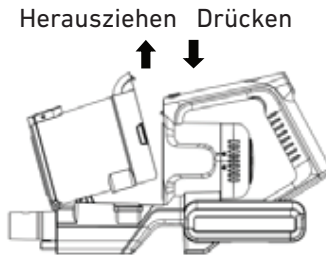

Abb. 8
1. Klicke auf die Entriegelungstaste für den Staubbehälter, die sich vorne am Griff direkt über dem Staubbehälter befindet, und ziehe den Staubbehälter heraus. (Abb.8)